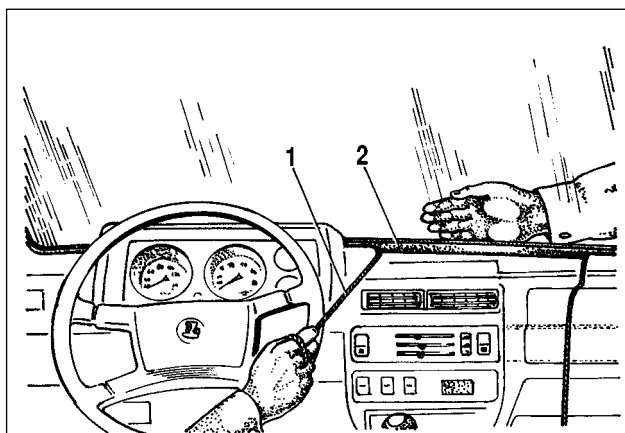

Fig. 8-24. Repose du pare-brise:
- rainure du joint 2 (fig.8-24) est à imbiber par de la glycérine ou par de l'eau savonneuse afin de bien l'emmancher sur le tombage bord de la baie de caisse